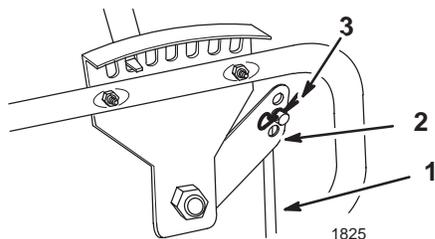

Figure 6
- Fixez le haut de la tige de commande de hauteur à la poignée de réglage de hauteur à l'aide d'une goupille fendue (Fig. 6).